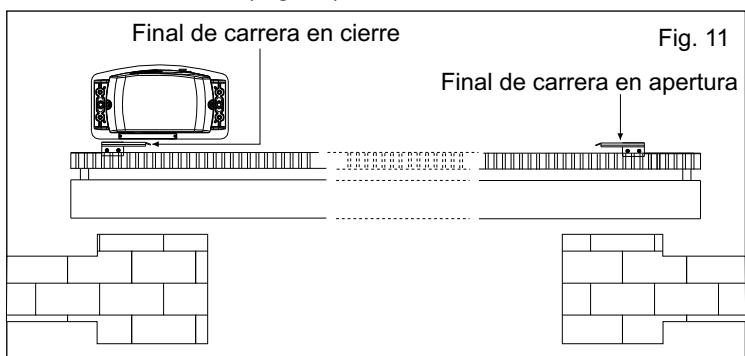

Fig. 11
**6.1.** Para instalar y regular los finales de carrera en apertura, seguir las instrucciones abajo elencadas (Fig. 11):
**6.2.** Para instalar y regular los finales de carrera en cierre, seguir las instrucciones abajo descritas (Fig. 11):